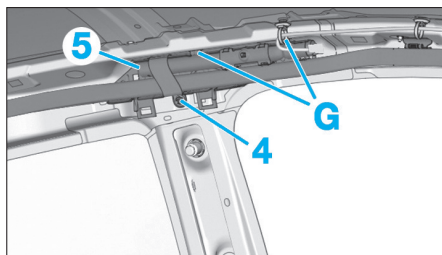

Fig. 13
- Déposer l'écrou (4) (Fig.13).
- Dégager l'airbag rideau (5) en (G).